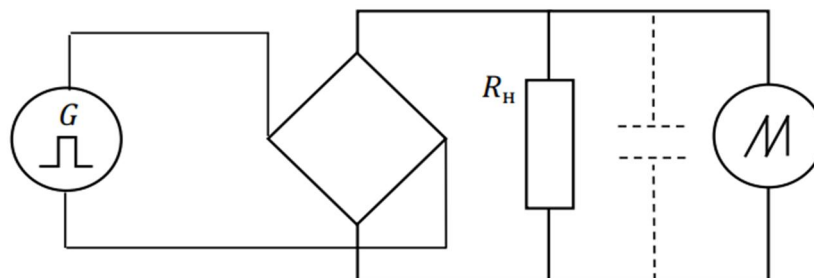

Рисунок 7.10 – Схема для исследования мостовой схемы выпрямления с фильтром
6. Собрать схему выпрямления с помощью диодного моста (рис. 7.10), подключить осциллограф, получить на экране осциллографа изображение выпрямленного сигнала, зафиксировать осциллограмму в протоколе, записать